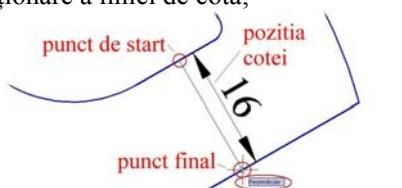

Figura 2.15.6
- al doilea punct care definește distanța de cotat: se selectează marcatorul **Perpendicular** care marchează perpendiculara din punctul selectat anterior pe linia înclinată a conturului exterior (figura 2.15.6);